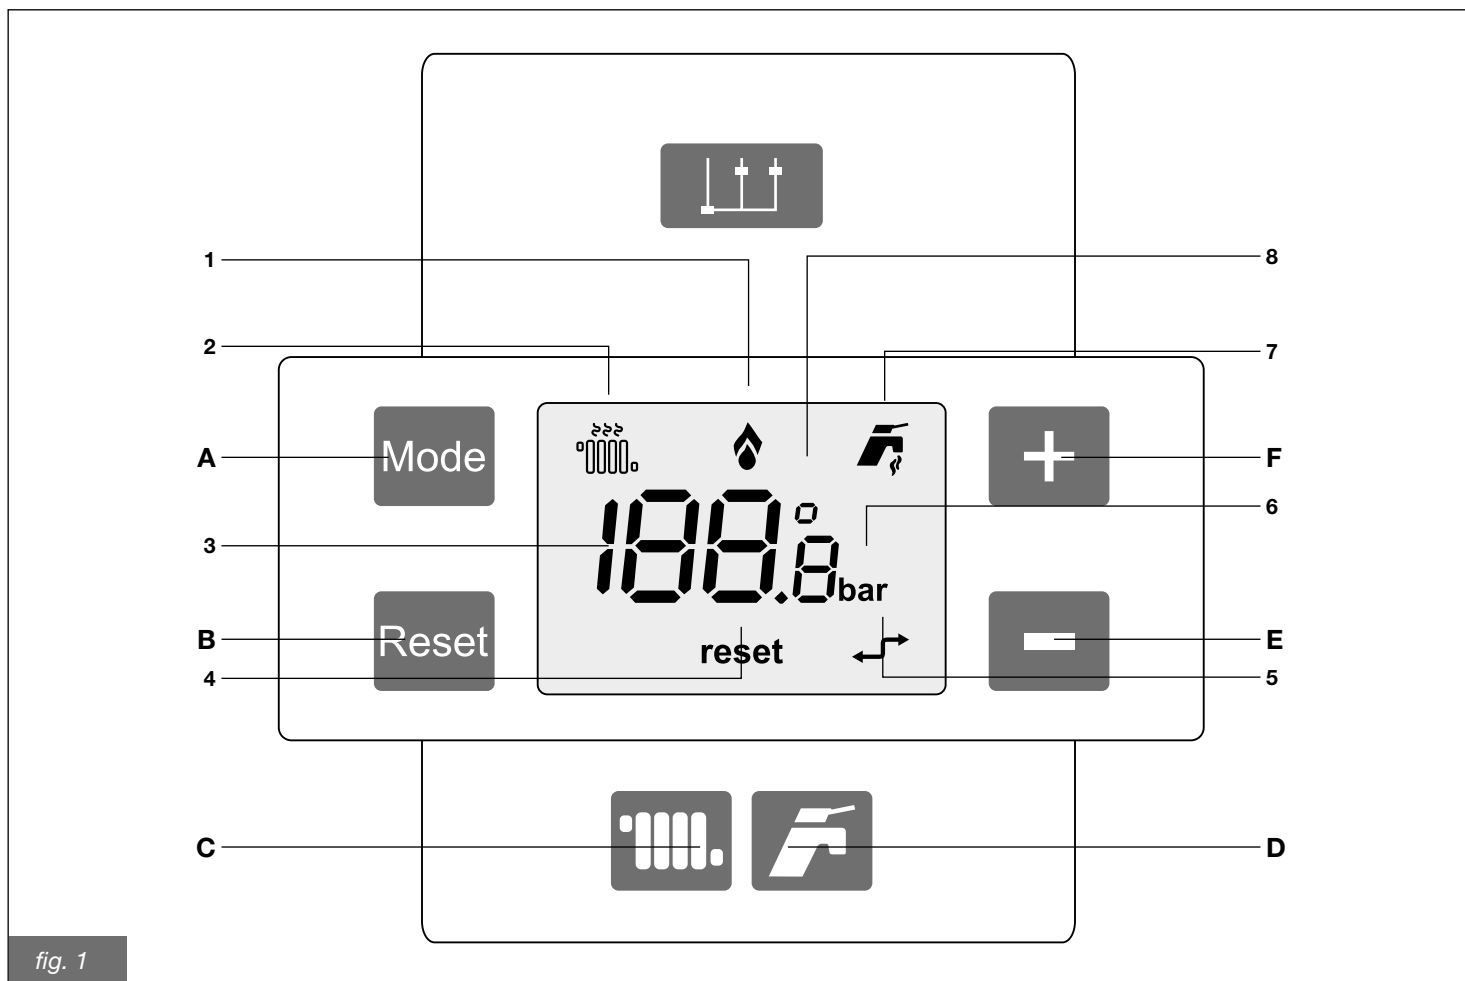

fig. 1
8. Per regolare la temperatura del riscaldamento premere il tasto **C** (C in fig. 1) quindi, regolare la temperatura utilizzando i tasti **E** o **F** (E o F in fig. 1).
Nel caso in cui la caldaia vada in blocco, è possibile sbloccarla premendo il tasto **B** (B in fig. 1).
Premendo il tasto sanitario (D fig. 1) si visualizza la temperatura dell'acqua sanitaria.
Premendo i tasti "−" (E fig. 1) o "+" (F fig. 1) si modifica la temperatura dell'acqua sanitaria.
Durante la modifica, l'icona SANITARIO (7 fig. 1) lampeggia. Impostata la temperatura desiderata, l'icona continua a lampeggiare per circa 5 secondi. Trascorso questo tempo il valore viene memorizzato ed il display ritorna nel suo normale funzionamento.
Premendo il tasto sanitario (C fig. 1) si visualizza la temperatura dell'acqua di mandata del riscaldamento.
Premendo i tasti "−" (E fig. 1) o "+" (F fig. 1) si modifica la temperatura dell'acqua di mandata del riscaldamento.
Durante la selezione l'icona RISCALDAMENTO (2 fig. 1) lampeggia. Impostata la temperatura desiderata, l'icona continua a lampeggiare per circa 5 secondi. Trascorso questo tempo il valore viene memorizzato ed il display ritorna nel suo normale funzionamento.
Tenendo premuto, per il tempo ciclo, i tasti "Reset" + "F" (B + D fig. 1) si accede al menù "INFO". Il display si illumina e sullo schermo si alternano le scritte "In" (1 sec), "n00" (1 sec) e il valore del relativo parametro (5 sec).
Premendo brevemente il tasto "+" (F fig. 1), è possibile scorrere i vari indici.
Premendo brevemente il tasto "-" (E fig. 1) si ha il comportamento opposto.
Tenendo premuto, per il tempo ciclo, i tasti "Reset" + "F" (B + D fig. 1) si esce dal menù.